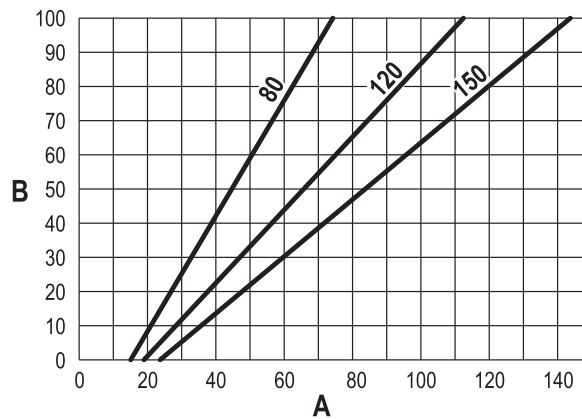

fig. 62
- Appuyer sur les **touches contextuelles 1 et 2** pour augmenter ou diminuer le flux thermique (minimum = 00 - maximum = 100). Voir diagramme « Réglage Puissance Thermique » (fig. 62).